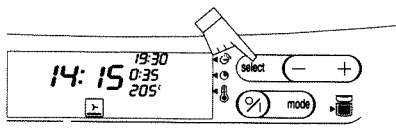

Fig. 8
6. Premere il tasto  poi i tasti  per impostare l'ora di fine cottura (fig. 8).